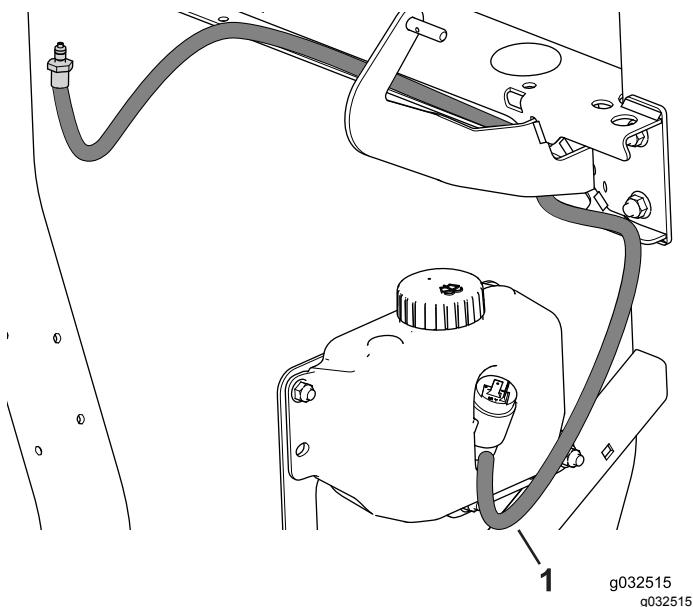

Рисунок 35
5. Подсоедините трубку стеклоомывателя к бачку стеклоомывателя и прикрепите ее к раме кабельными стяжками (Рисунок 35).